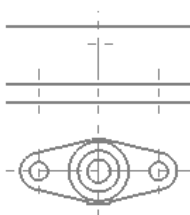
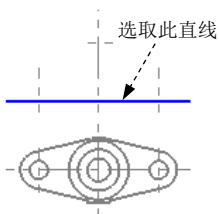
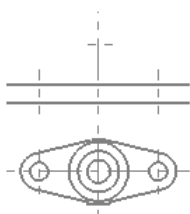
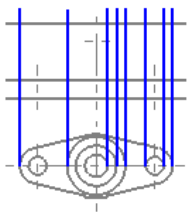

图 3.16.37 绘制平行线
图 3.16.38 定义平行直线
图 3.16.39 绘制第一条平行直线
图 3.16.40 绘制直线
(1) 定义绘图图层。在状态栏的 按钮后的文本框中输入值 2，并按 Enter 键确认。
(2) 定义绘图线型。在状态栏的 下拉列表中选择 选项，在 下拉列表中选择第二个选项 。
(3) 选择命令。选择下拉菜单 **绘图(D)** → **线(L)** → **绘制任意线(E)...** 命令，系统弹出“直线”工具栏。
(4) 分别在“自动抓点”工具栏的 文本框、 文本框和 文本框中输入值 -40、30 和 0，并分别按 Enter 键确认；在“直线”工具栏的 文本框中输入值 80，按 Enter 键确认；在 文本框中输入值 0，按 Enter 键确认。
(5) 单击 按钮，完成直线的绘制。
Step3. 绘制图 3.16.37 所示的两条平行线。
(1) 选择命令。选择下拉菜单 **绘图(D)** → **线(L)** → **绘制平行线(A)...** 命令，系统弹出“平行线”工具栏。
(2) 绘制第一条平行直线。在绘图区选取图 3.16.38 所示的直线为平行对象；在“平行线”工具栏的  文本框中输入值 8，然后在水平中心线以上的任意位置单击，定义平行位置，如图 3.16.39 所示，单击  按钮，完成第一条平行直线的绘制。
(3) 绘制第二条平行直线。在绘图区选取图 3.16.38 所示的直线为平行对象；在“平行线”工具栏的  文本框中输入值 33，然后在水平中心线以上的任意位置单击，定义平行位置，如图 3.16.37 所示。单击  按钮，完成第二条平行直线的绘制。
(4) 单击  按钮关闭“平行线”工具栏。
Step4. 绘制图 3.16.40 所示的八条竖直直线。选择下拉菜单 **绘图(C)** → **线(L)** → **绘制任意线(E)...** 命令，系统弹出“直线”工具栏；绘制图 3.16.40 所示的八条竖直直线，每条直线的长度均为 70；单击  按钮，完成直线的绘制。